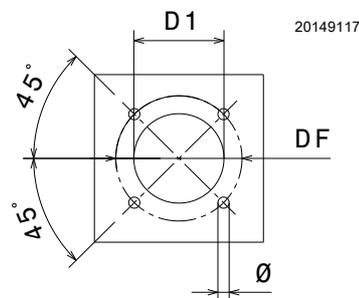

图 15
如图 15 所示, 在炉膛钢板上钻孔。可以用随燃烧器附带的隔热垫定位螺纹孔的位置。
- 将燃烧器整体安装到之前在锅炉钢板上已钻好的孔 (图 15) 上，同时将随附螺丝拧紧。